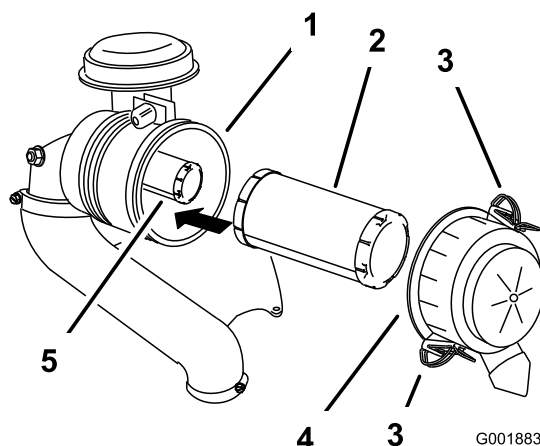

Figure 36
3. Ouvrez les dispositifs de verrouillage du filtre à air et détachez le couvercle du boîtier du filtre (Figure 36).
5. Sortez le préfiltre du boîtier du filtre avec précaution (Figure 36).
2. Si vous remplacez l'élément intérieur, insérez-le avec précaution dans le boîtier du filtre (Figure 36).
3. Placez ensuite le préfiltre sur l'élément de sécurité avec le même soin (Figure 36).
4. Remettez en place et verrouillez le couvercle du filtre à air (Figure 36).